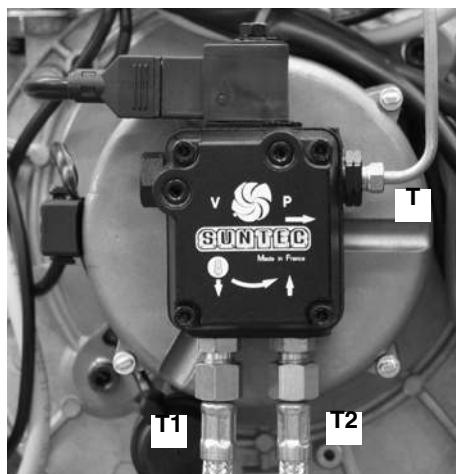

Рис. 22
- Снять трубы дизельного топлива T1 и T2 с насоса (Рис. 22).